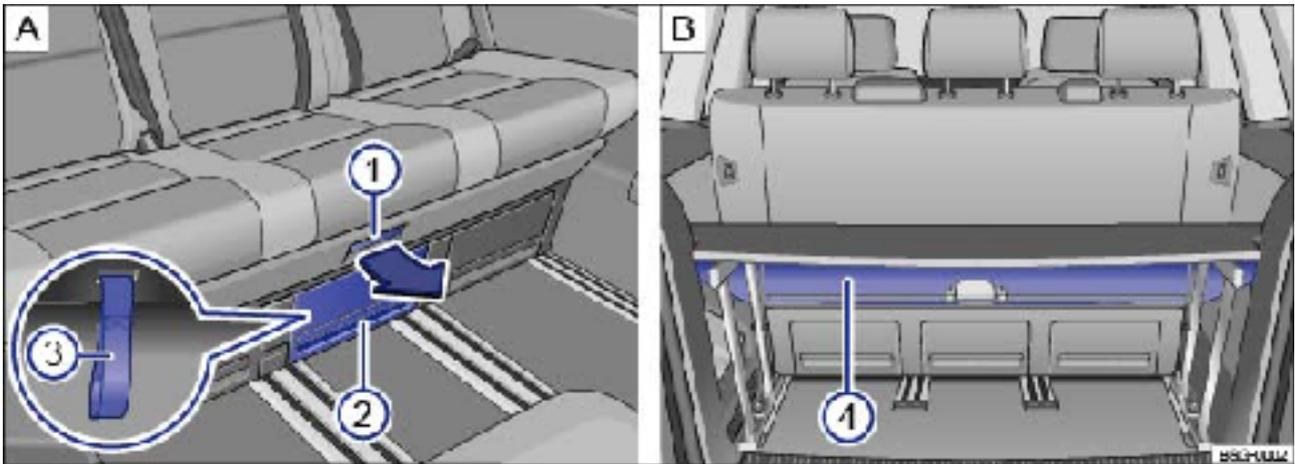

Fig. 17 Dans le séjour et dans le coffre à bagages : éléments de commande à l'avant de la banquette triplace et sur la planche Multiflex
- Rabattez vers le bas la surface avant ⇒ Fig. 17④ **B** de la planche Multiflex.
- Ouvrez le volet central ② **A** sous la banquette, tirez la dragonne ③ sous l'assise et maintenez-la dans cette position.
- Fermez le volet central ② sous la banquette.
- Tirez entièrement le levier ⇒ Fig. 17① **A** de sorte que le repère rouge soit visible.